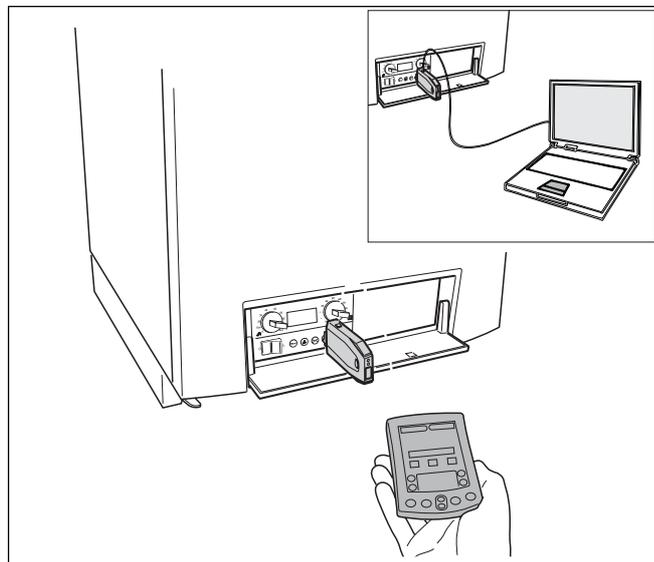
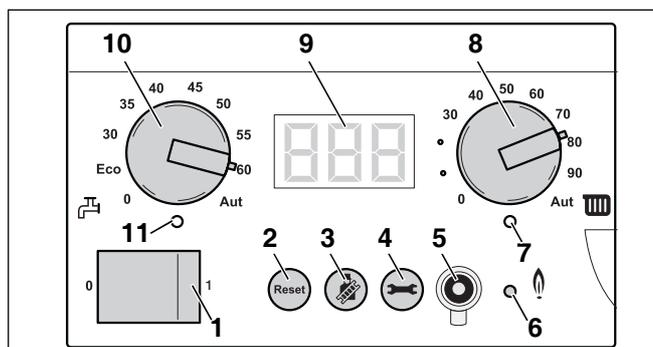

Fig. 40 Collegare il Service Tool alla caldaia
Fig. 42 Regolatore di base BC10
Per l'acquisizione, l'analisi e l'eliminazione di un malfunzionamento, in modo più adeguato, veloce e semplice, è possibile collegare il Service Tool (fig. 40) al connettore Service della caldaia (fig. 42, **pos. 5**).
Sul display (fig. 42, **pos. 9**) sono visualizzati i valori, le impostazioni e i codici dell'impianto di riscaldamento.
Con la manopola "regolazione sanitaria" (fig. 42, **pos. 10**) è possibile preimpostare la temperatura di acqua calda desiderata nell'accumulo esterno sanitario. L'unità di misura sono i °C. Vedi tab. 17, pag. 60.
Il LED "Produzione acqua calda" (fig. 42, **pos. 11**) è acceso se è richiesto un apporto di calore per riscaldare l'acqua e si spegne quando questa richiesta di fabbisogno non è più presente.
È possibile esplorare la struttura del menu della caldaia sul BC10 mediante il tasto "Reset", il tasto "Spazzacaminino" e il tasto "Indicazione di stato" (fig. 42, **pos. 2, 3 e 4**) e del **display** (fig. 42, **pos. 9**) secondo quanto previsto dalle tabelle 8-12.